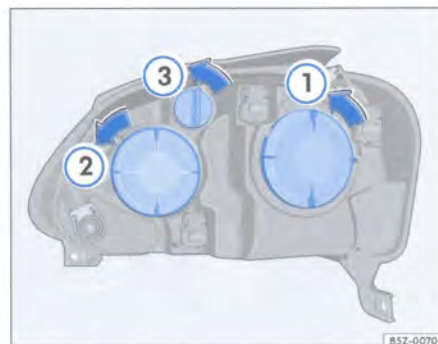

Fig. 153 Vista general de las lámparas
⇒ página 200, fig. 153 ② en el sentido anti-horario para removerla.